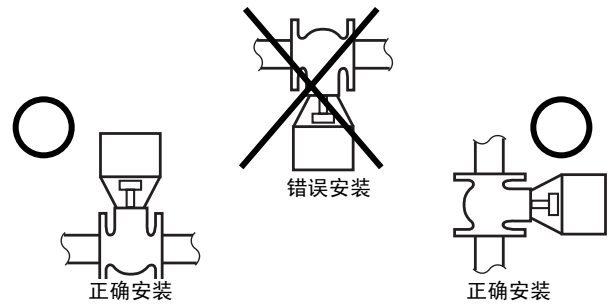

图 5 安装方位
- 6) 阀门可在垂直到水平之间的任意位置安装 (参见图 5)。但是, 在室外安装 ACTIVAL 产品时必须垂直安装。